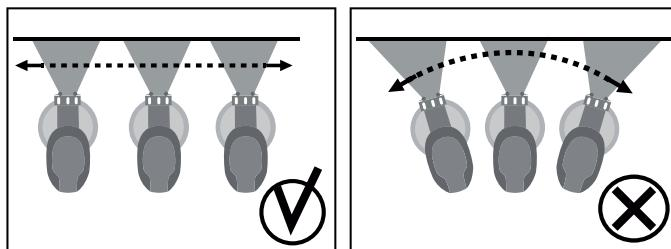

Рис. 3
1. Установите изделие на расстоянии 25-30 см от окрашиваемой поверхности. Включите изделие нажав курок выключателя (3).
Примечание! Регулировка расхода материала зависит от степени нажатия на выключатель (3). Максимальный расход определяется регулятором (2). Начните равномерно вести изделие вдоль окрашиваемой поверхности, держа распылитель строго перпендикулярно ей. (Рис. 3).